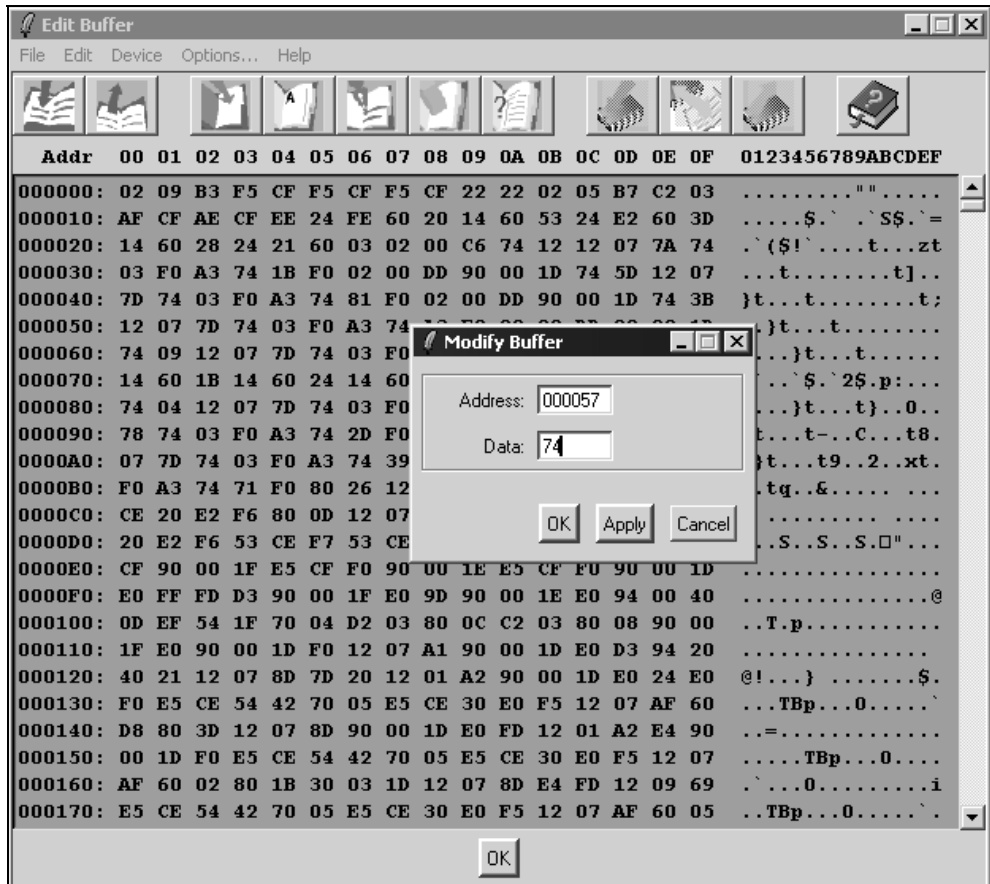

Рис. 3.3. Редактирование буферов памяти в программе Flip
- возможность ручного редактирования буферов памяти (рис. 3.3);